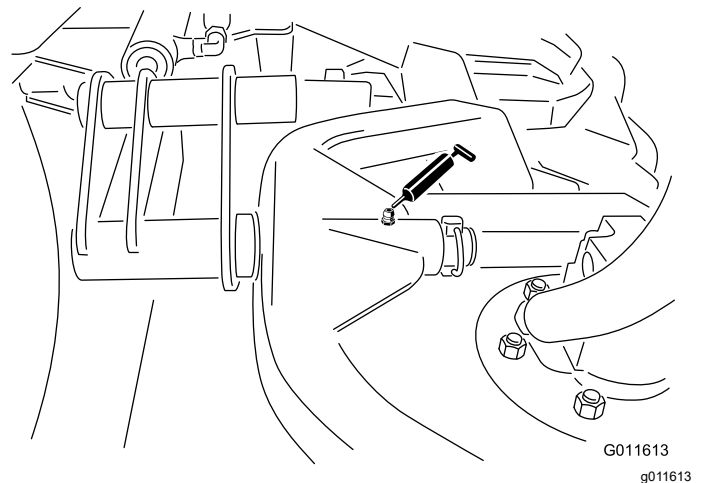

Figura 73
- Pivote del bastidor de tiro de la unidad de corte (1 en cada) – Figura 73